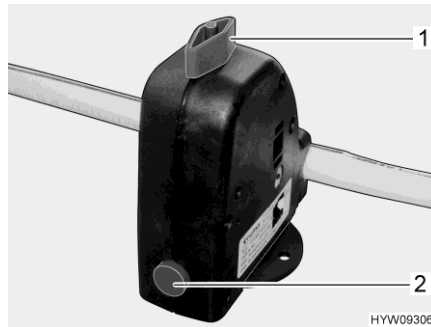

Fig. 190 Válvula de seguridad/purga (Truma)
- Cerrar la válvula de seguridad/purga (Truma). Para ello, girar el botón giratorio (Fig. 190,1) a la posición transversal en referencia a la válvula de seguridad/purga y hundir el botón (Fig. 190,2).